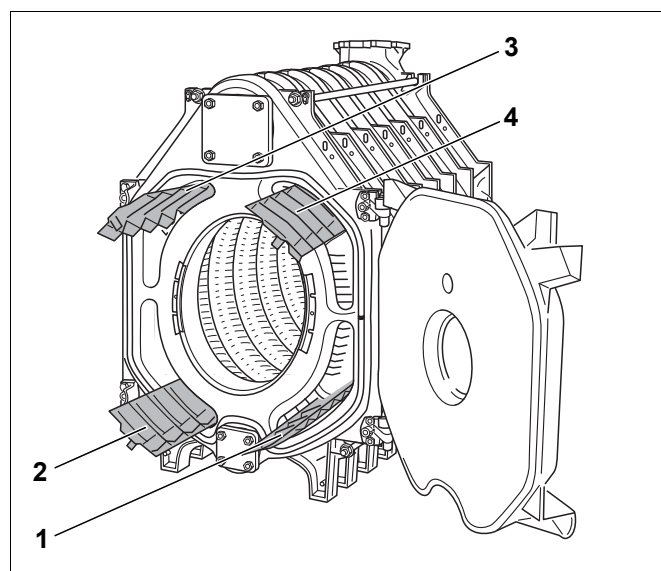

Рис. 34 Направляющие пластины дымовых газов
- ▶ Выньте из ящика с элементами облицовки направляющие пластины дымовых газов и уложите их в соответствии с маркировкой в газоотводящих каналах (→ рис. 34 и следующая таблица).